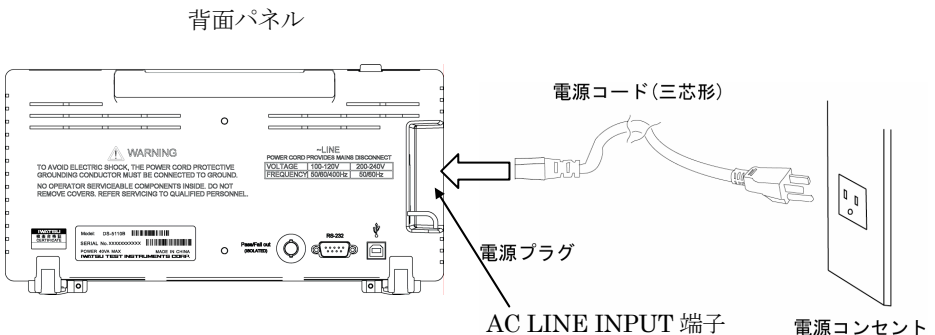

図 2.4 電源の接続
- ② 側面パネルの電源コード接続用の AC LINE INPUT 端子に、付属品の電源コードのプラグを差し込みます。(図 2.4 参照)
- ③ 電源コードのもう片方のプラグを電源コンセントに接続します。(図 2.4 参照)